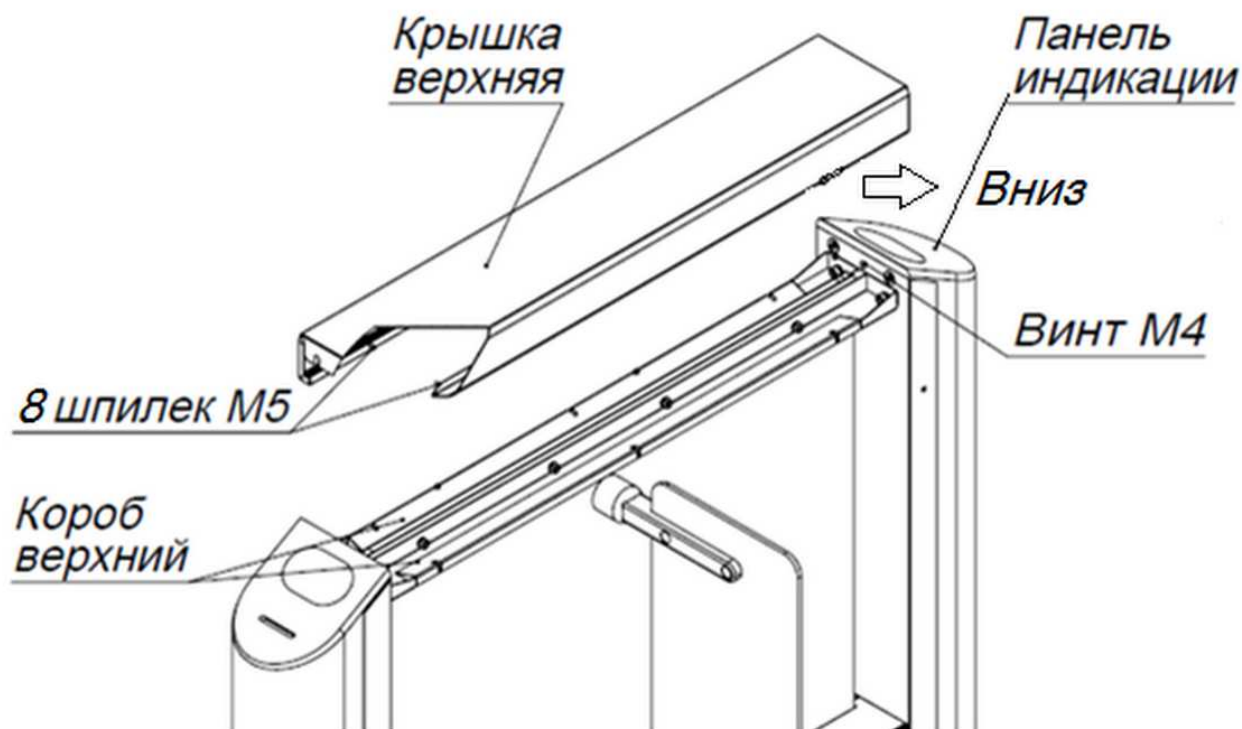

Рис. 16.
6.5.1. Снимите крышку верхнюю, открутив 8 гаек М5 со шпилек крышки, и открутите винт М4 на задней стенке картоприемника (рис. 16).
6.5.2. Сдвиньте панель индикации картоприемника вниз до упора в направлении, указанном на рис. 16. Аккуратно поднимите панель.
6.5.8. АККУРАТНО(!) установите панель индикации в исходное положение. Закрутите винт М4 рис. 16